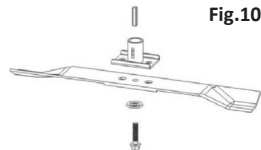

Fig.10
- Dacă doriți să înlocuiți lama de tăiere, scoateți șurubul (Fig. 10).